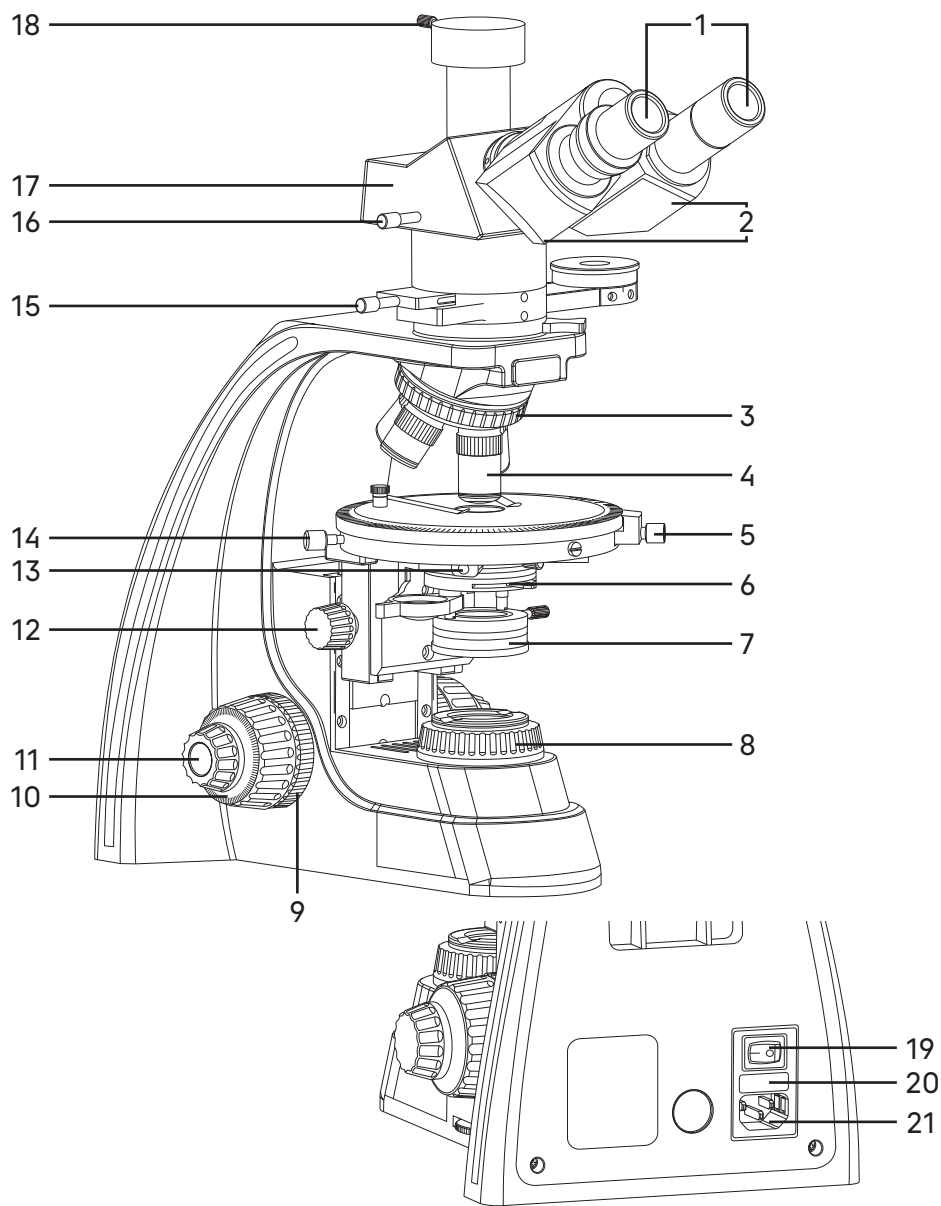
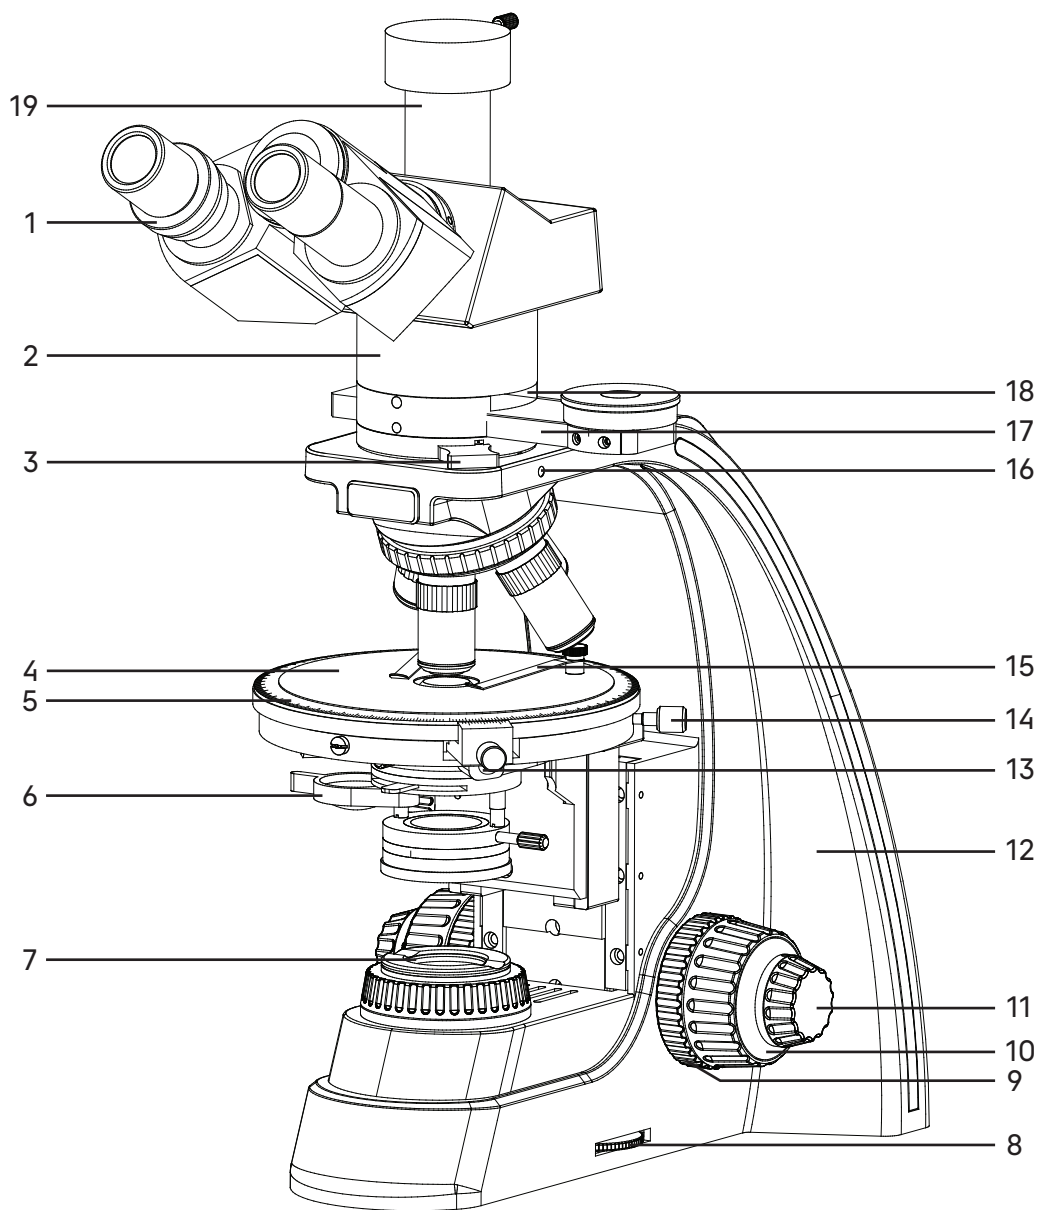

Рис. 1. Микроскоп MAGUS Pol 800. Вид слева
Рис. 2. Микроскоп MAGUS Pol 800. Вид справа
Полный состав микроскопа указан в разделе 7 данного руководства по эксплуатации. Общий вид микроскопа представлен на рис. 1 и 2.
Штатив 12 (рис. 2) имеет устойчивую эргономичную конструкцию.
- револьвер 3 (рис. 1) с объективами 4 (рис. 1);
- предметный столик 4 (рис. 2);
- кронштейн конденсора (не показан на рис. 1 и 2);
- коллектор в оправе 8 (рис. 1).
На задней стенке штатива расположены выключатель питания 19 (рис. 1), держатель предохранителя 20 (рис. 1) и разъем для сетевого шнура 21 (рис. 1), посредством которого микроскоп подключается к сети переменного тока.
На правой стенке штатива расположен диск регулировки яркости 8 (рис. 2).
Фокусировка на объект осуществляется перемещением по высоте предметного столика. Грубая фокусировка производится вращением коаксиальных рукояток 10 (рис. 1, 2), расположенных по обеим сторонам штатива.
Тонкая фокусировка производится вращением рукояток 11 (рис. 1, 2), расположенных по обеим сторонам штатива. Тонкая фокусировка требуется для более точного фокусирования на объект и для подфокусировки микроскопа на резкость изображения при смене объективов и препаратов. Цена деления тонкой фокусировки – 2 мкм.
Механизм регулировки жесткости хода грубой фокусировки 9 (рис. 2) – кольцо между штативом и рукояткой грубой фокусировки с правой стороны. С помощью кольца регулируется жесткость хода грубой фокусировки так, чтобы жесткость была комфортной для пользователя, но при этом столик не опускался самопроизвольно во время работы.
Механизм блокировки грубой фокусировки 9 (рис. 1) расположен с левой стороны. После завершения грубой фокусировки рекомендуется перевести рычаг в крайнее положение в направлении по часовой стрелке. Таким образом закрепится положение грубой фокусировки для быстрой рефокусировки после смены препарата.
Тринокулярная визуальная насадка 17 (рис. 1) обеспечивает визуальное наблюдение изображения объекта. Визуальная насадка устанавливается в гнездо промежуточной насадки.
В вертикальный тубус 19 (рис. 2) корпуса визуальной насадки (канал визуализации) с помощью переходника C-mount устанавливается система визуализации с монитором. Переключение светового потока на вертикальный тубус производится рукояткой 16 (рис. 1). Рукоятка имеет два положения: 100/0 и 0/100.
В комплект микроскопа входят окуляры 1 (рис. 1) и окуляр с перекрестьем. Окуляры имеют высокое положение выходного зрачка и предназначены для работы как в очках, так и без них.
Револьверное устройство 3 (рис. 2) обеспечивает установку пяти объективов. Свободное отверстие служит для установки дополнительного объектива. Смена объективов производится вращением револьверного устройства за конусную рифленую поверхность до фиксированного положения.